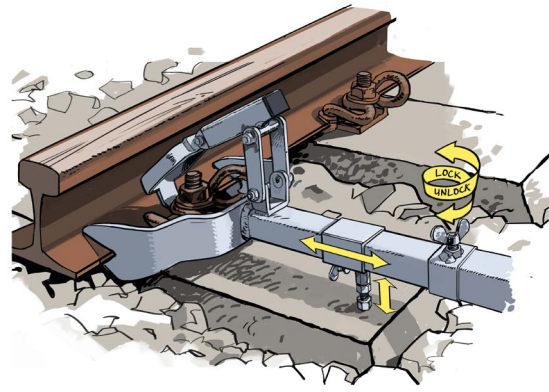

Abbildung 8
- Bei Verwendung der FA soll der Stützpunkt so weit wie möglich nach außen geschoben werden und mit der Flügelschraube verriegelt werden (siehe Abb. 8).
- Nach dem Losdrehen der Kontermutter sollte die Distanzbolzen so weit herausgedreht werden, dass der Bolzen ohne Spielraum auf der Schwelle anliegt. Anschließend die Kontermutter festdrehen zur Verriegelung des Distanzbolzens (siehe Abb. 8).